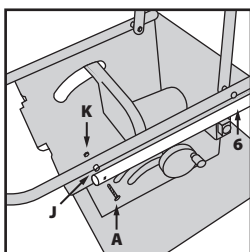

Fig. 10
- Reliez l'élément **3** au reste du piètement, à l'aide des fixations restantes **A**, **J** et **K** (**Fig. 10**). Écarter l'élément **4** peut faciliter cette opération.